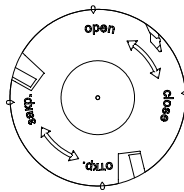

Рисунок 4
- б) руководствуясь информацией на дымкамере (см. рисунок 4), повернуть крышку и снять ее;